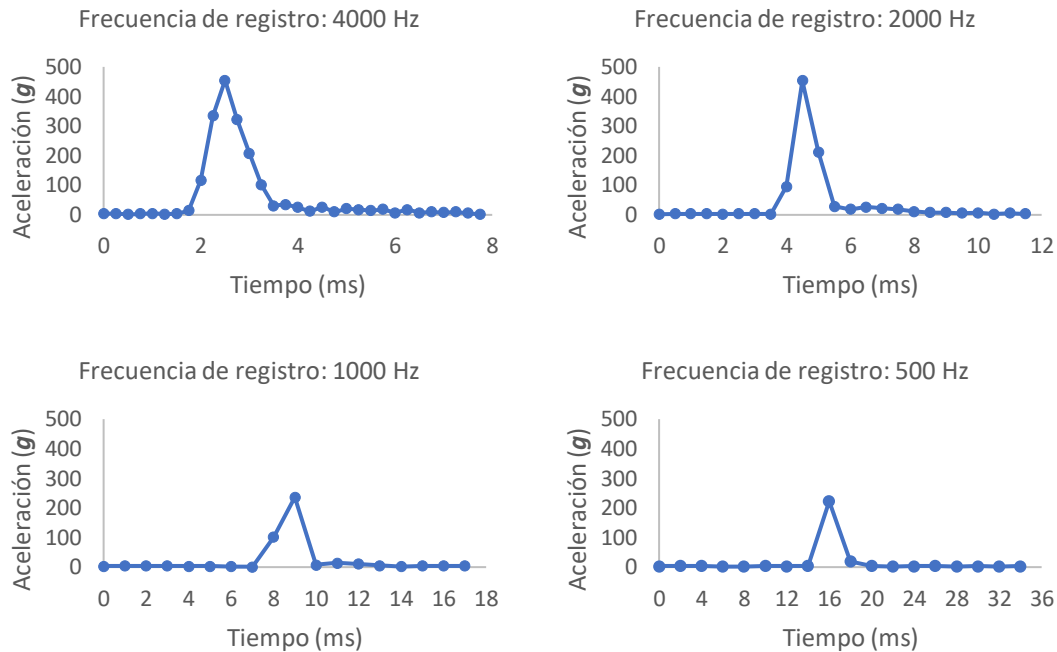

Figura 3 Impactos registrados a diferentes frecuencias de registro.
3. Elija la frecuencia de grabación. La frecuencia máxima de registro determina el número de mediciones realizadas por segundo. Una frecuencia más alta permite un registro más detallado de los impactos (véase la Figura 3). Sin embargo, las frecuencias de grabación más altas requieren más memoria para el almacenamiento. El valor recomendado es 4000 Hz.